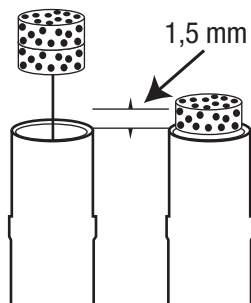

Figura 3
4. Utilizando suas mãos limpas, secas e com luvas, coloque um novo filtro no cone da ponta (ver Figura 3).